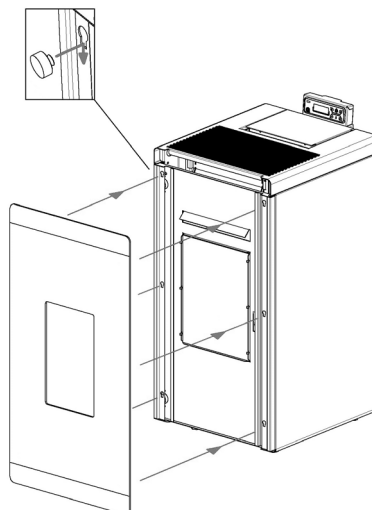

Fig. 42 - Colocar el vidrio
- Colocación del vidrio en la puerta de metal: enganche las cabezas de los tornillos en los orificios de la puerta (vea **Fig. 42**).